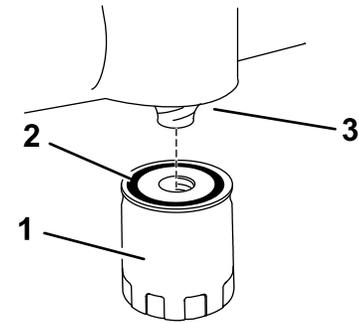

Figura 32
- Instale el filtro de aceite nuevo en el adaptador de montaje. Gire el filtro de aceite en el sentido de las agujas del reloj hasta que la junta de goma entre en contacto con el adaptador, luego apriete el filtro de 2/3 a una vuelta más (Figura 32).